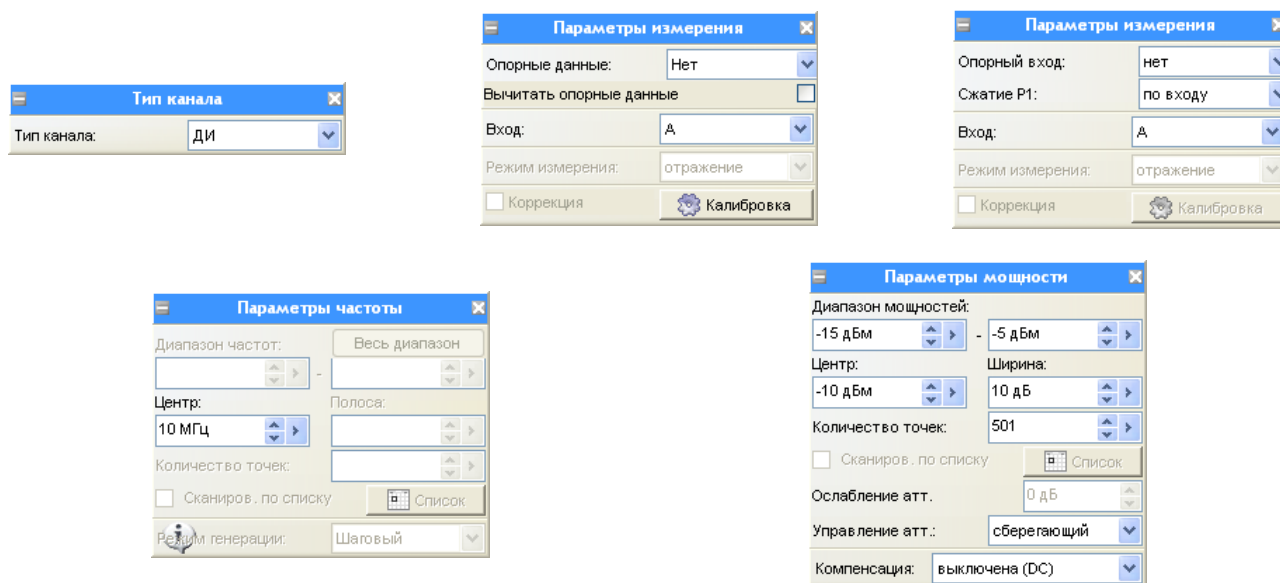

Рисунок 3.1 – Панели управления
3.1 Для настройки параметров динамических измерений используются панели управления «Тип канала», «Параметры измерения», «Параметры частоты» и «Параметры мощности» (рисунок 3.1).